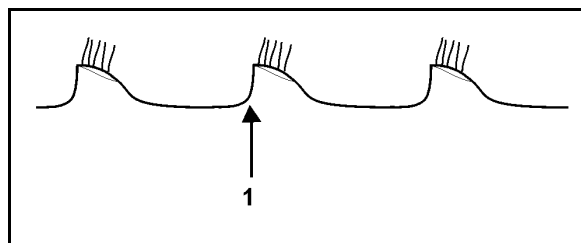

Fig. 24
- Fig. 24: Skjærekanten på 2. skålsrekke er ikke synlig og følger 1. skålsrekke. Forskyv 1. skålsrekke mot venstre.